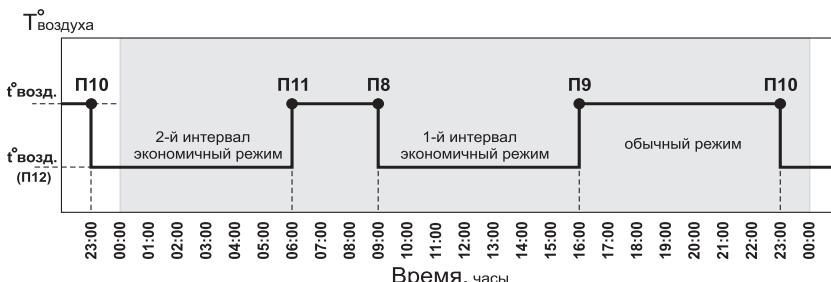

Рис. 5 График температуры воздуха в помещении для Режима 1.
**Режим 1 (рабочий день)** - режим состоит из двух запрограммированных интервалов, которые повторяются каждые сутки. В каждом интервале температура воздуха в помещении понижается на три градуса и электроводонагреватель работает в экономичном режиме. На заводе-изготовителе запрограммированы интервалы, которые показаны на графике температуры воздуха в помещении при работе термостата в Режиме 1 (см.Рис.5).